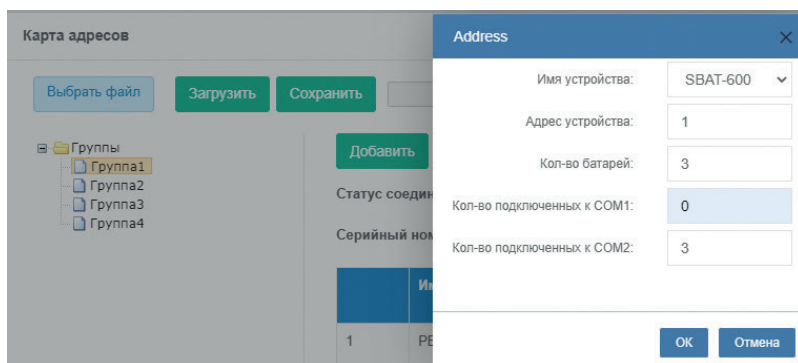

Рисунок 16.
2. Выберите группу для настройки датчиков, подключенных к ней, номер группы соответствует условному номеру группы АБ (см. Рисунок 16);
3. Нажмите кнопку «Добавить», в раскрывшемся окне (см. Рисунок 16) выберите SBAT-600 и введите данные о подключенных датчиках ячеек, где: